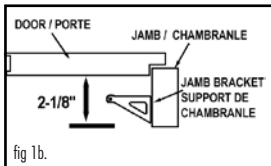

fig 1b.
b) Alternate (wider opening) installation: For applications requiring a slightly wider door opening, install jamb bracket as shown in fig. 1b.
b) Installation alternatif (pour une ouverture plus grande): Pour les applications exigeant une ouverture de porte plus grande, installer le support son coté penché ver la porte, voir illustration (fig.1b).